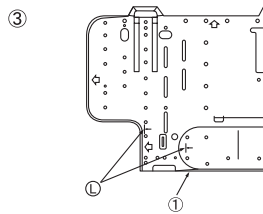

Fig. 3-7
- ③ Indien de flarepijp al in de muur is ingebouwd: (Fig. 3-7)